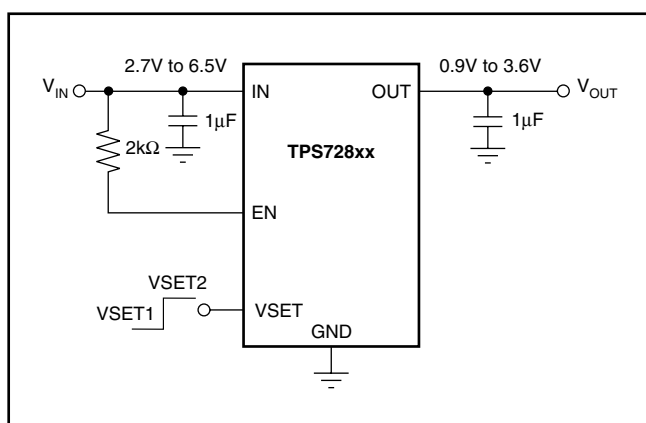
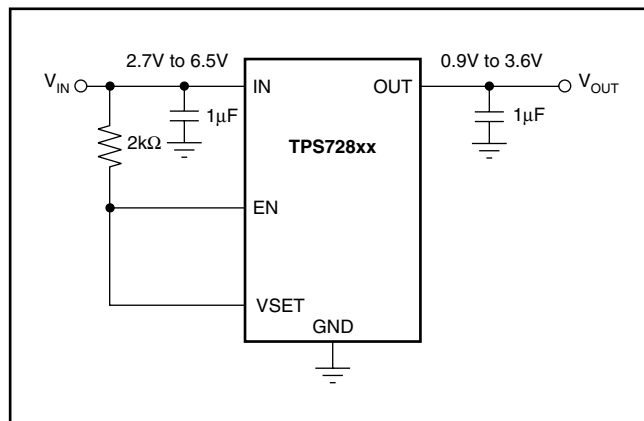

図 40. Circuit Showing EN Tied High when Shutdown Capability is Not Required
図 41. Circuit to Tie Both EN and VSET High
イネーブル・ピン (EN) はアクティブ “H” レベルで、標準電圧及び低電圧のTTL-CMOSのレベルと互換です。シャットダウン機能が必要でない場合は、図40に示す様にENピンをINピンに接続することができます。図41はENとVSETの両方をINに接続する場合を示します。TPS728xxに内蔵された出力アクティブ・プルダウン回路がV_{OUT}の電圧を5%まで放電するのに必要な時間 (t) は、